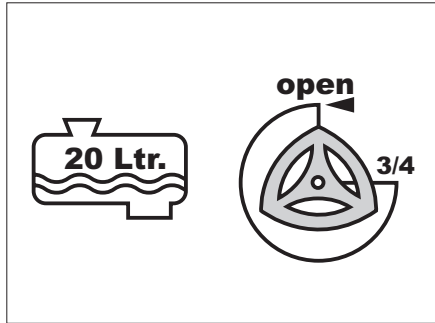

Bild 98 20 l-maximal fyllning
- Färskvatten körs ut upp till 20 liter (se även Bild 98).